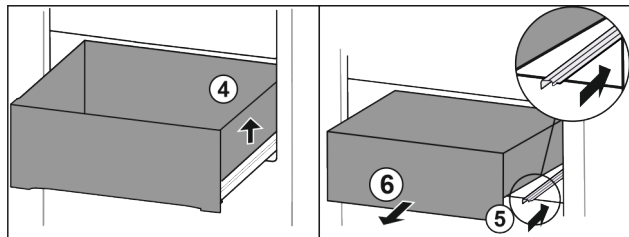

Fig. 13
- ▶ Lade rechts optillen. Fig. 13 (4)
- ▶ Rechter rail erin schuiven. Fig. 13 (5)
- ▶ Lade naar voren toe verwijderen. Fig. 13 (6)